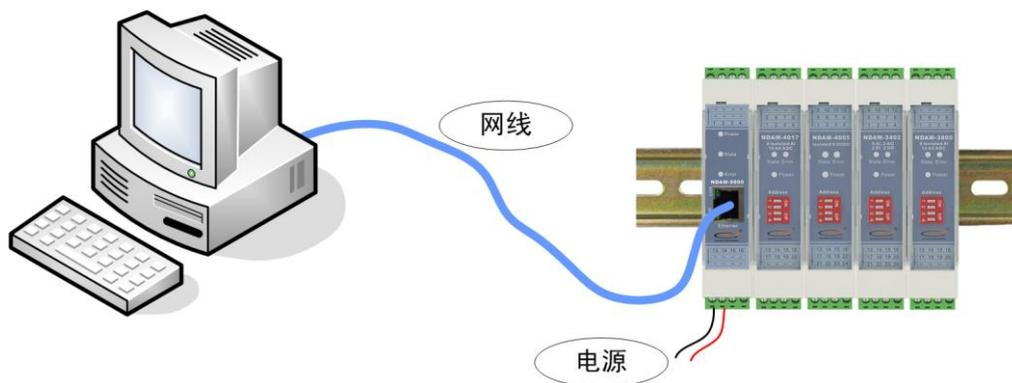

图 3.1 NDAM-4017 测试接线示意图
- 1) 将 PC 机、NDAM-9000 和 NDAM-4017 模块按照如图 3.1 所示进行连接；